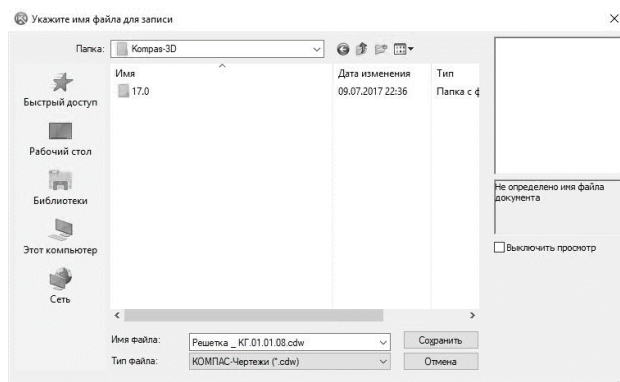

Рис. 15. Сохранение файла
1.5 Нажмите кнопку **Сохранить** на панели **Стандартная**. Убедитесь, что поле **Имя файла** окна записи документа заполнено данными из штампа чертежа. Нажмите кнопку **Сохранить** диалога (рис. 15).